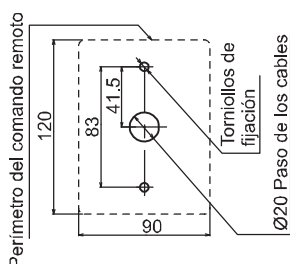

Fig. 1
2. Efectúe 3 agujeros en la pared (Fig.1), uno para el cable y dos para los tornillos de fijación. Si es necesario utilice los tacos.
2. Retire el capuchón de protección rojo del conector de 3 pines marcado como “EZ Connect” que se encuentra en el cableado de la unidad Master (Fig.1).
4. Verifique que el tipo de gas seleccionado mediante los microinterruptores del PCB (Fig.1) coincida con el tipo de gas de la instalación.